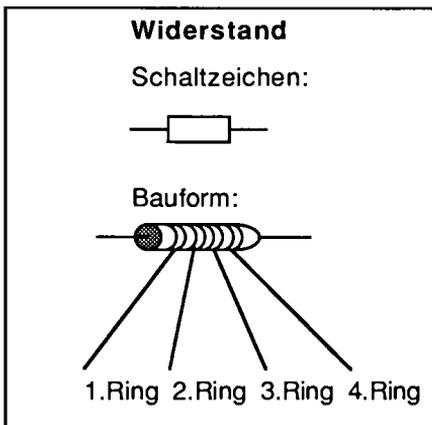

Abb. 1.2.1 Der Widerstand
*Abb. 1.2.1* zeigt das Schaltsymbol und die Bauform eines Widerstands. Neben der Widerstandsangabe wird bei Widerständen auch noch eine Leistungsangabe gemacht. Denn jeder Widerstand setzt Leistung in Wärme um und wird er zu heiß, so geht er kaputt. Die umgesetzte Leistung läßt sich auch berechnen und beträgt:  $P = U \cdot I$ . Die Leistung wird in Watt gemessen.